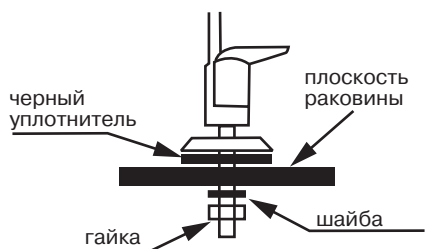
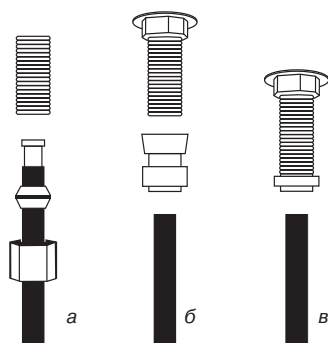

Рис. 1
Рис. 2
Монтаж крана чистой воды производите согласно **рис. 1**. На **рис. 2** приведены способы подключения синей трубки к крану чистой воды.
Мы рекомендуем не затягивать гайку (см. **рис. 1**) до завершения монтажа и проверки работоспособности системы, чтобы была возможность убедиться в отсутствии подтекания воды в месте соединения корпуса крана и резьбовой трубки.
14. Убедитесь в отсутствии протечки внизу корпуса крана чистой воды, затяните гайку крана (**рис. 1**).